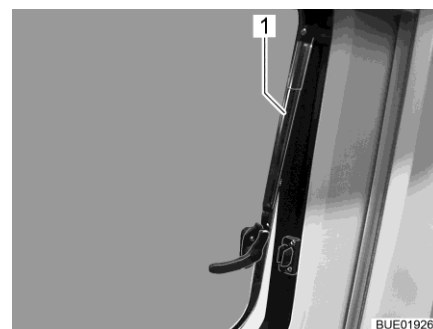

Fig. 22 Ventana abatible con soporte automático
- Abrir la ventana abatible hasta la posición deseada. Dejar que la ventana abatible engatille automáticamente con el soporte automático (Fig. 22,1).